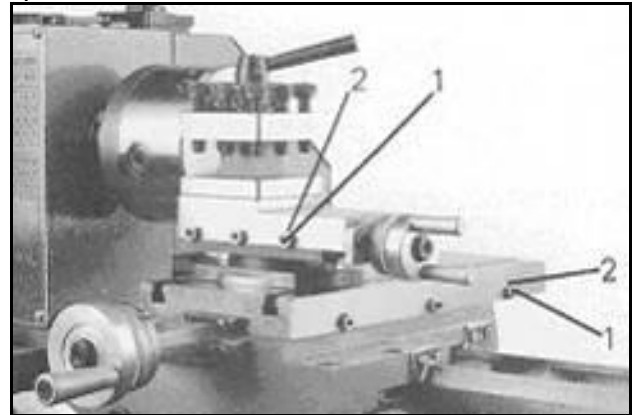

Рис.28
Оба суппорта оборудованы регулировочными планками и могут быть установлены посредством винтов (1, *Рис.28*) и контргаяк (2) без зазора.